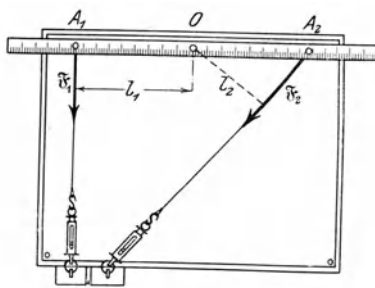

Fig. 52.
b) Halte den Maßstab fest, mache den Ring der rechten Federwage frei und befestige ihn so in einer andern Lage (Fig. 52), daß die Längsachse des Stabes wieder über  $A_1 A_2$  steht und die Schnur genau in der Richtung des Schlitzes liegt und mit dem Stab einen spitzen Winkel bildet. Nimm mit dem Spiegelstreifen die Schnurrichtung in einem Punkt auf, der möglichst weit von  $A_2$  entfernt ist. Klopfe gegen die Wagen, lies die Zeigerstellungen ab, verbessere die Ablesungen und schreibe die Ergebnisse  $F_1$  und  $F_2 \text{ kg}^*$  neben die Richtungsmarken.